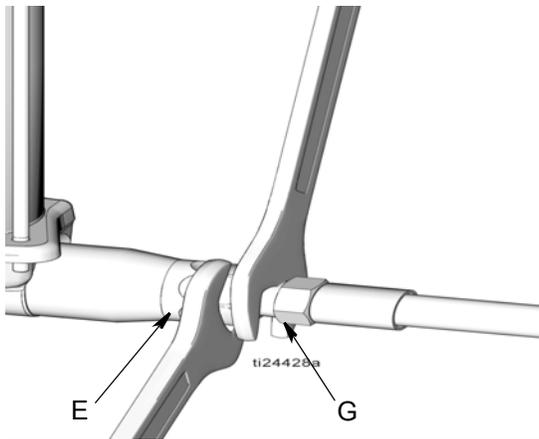

FIG. 6
2. **Alivie la presión** del sistema utilizando dos llaves que funcionen en direcciones opuestas en la salida de la bomba (E) y en el accesorio de la línea de lubricación G) para **aflojar lentamente** el accesorio hasta que esté suelto y no salga más lubricante o aire por él (FIG. 6).